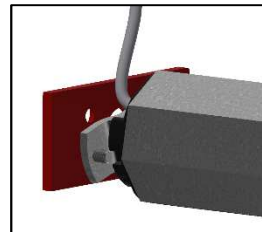
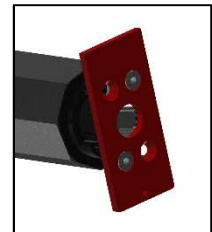

Abbildung 72
Abbildung 73
- » Motorlager (36) am Motorlagerhalter (33) diagonal befestigen (37) (Abbildung 72 und Abbildung 73)